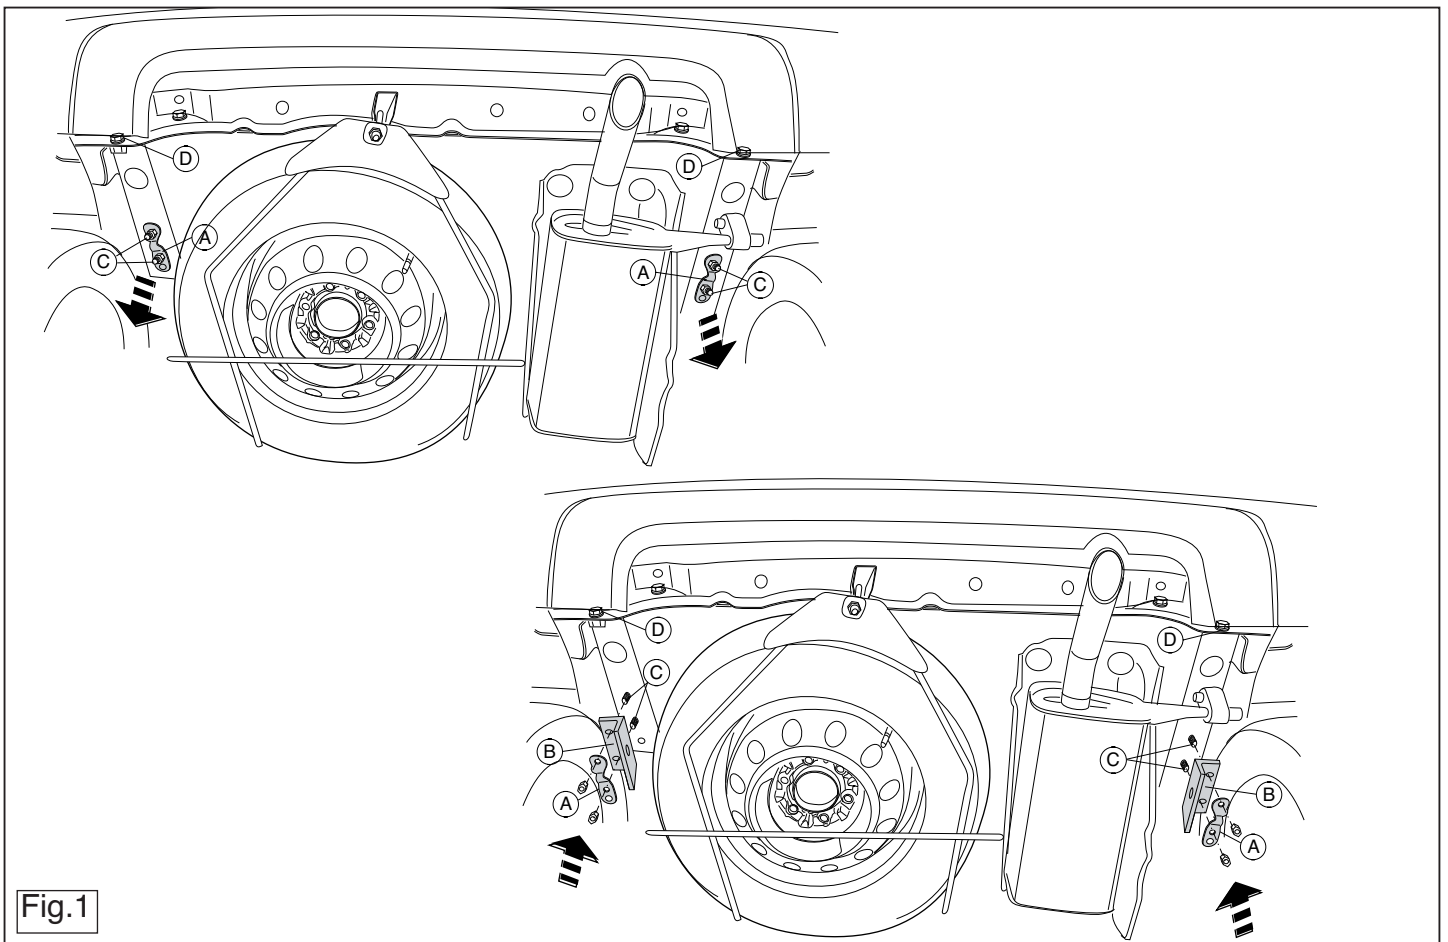

Fig.1
2. Remove if present supports A at the left and right. See figure 1.
3. Position supports B and attach them at points C, fitting the whole thing finger-tight. See figure 1.
2. Falls vorhanden die Halterungen A links und rechts abmontieren. Siehe Abbildung 1.
3. Die Halterungen B anlegen und bei den Punkten C halbfest anbringen. Siehe Abbildung 1.
2. Démontez si présents les supports A à gauche et à droite. Voir la figure 1.